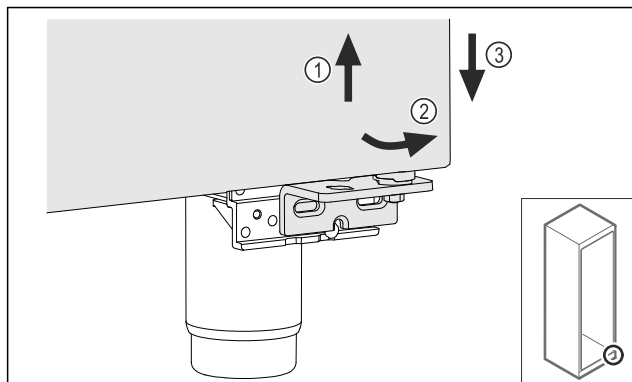

Fig. 16
- ▶ Løft døren en smule Fig. 16 (1), vip den fremad fornedet Fig. 16 (2), og sænk den Fig. 16 (3).